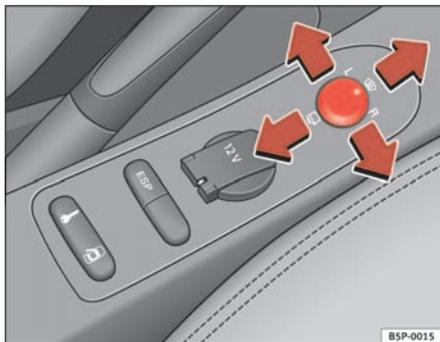

Fig. 89 Mando de los retrovisores exteriores
1. En primer lugar, gire el mando ⇒ fig. 89 hasta la posición **L (retrovisor izquierdo)**.
- Gire el mando hacia delante, en la posición central ⇒ fig. 89 ①, para que los retrovisores térmicos se calienten y la función de cristal parabrisas calefactable\* en la zona de reposo de las escobillas, quede activada. ⇒ página 128
- Gire el mando ⇒ fig. 89 hasta la posición  para plegar los retrovisores exteriores. Para evitar daños en el vehículo, debería plegar los retrovisores exteriores siempre que utilice un túnel de lavado automático.